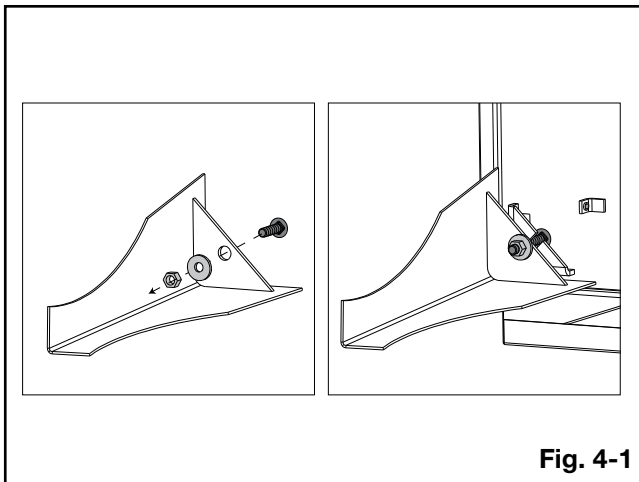

Fig. 4-1
- Avec le boulon entre les pattes, mettez la rondelle et la rondelle de blocage dans le boulon. Enfilez le boulon un ou deux fil sur le boulon et glissez la patte sur la fente sur l'appareil (**Fig. 4-1**).